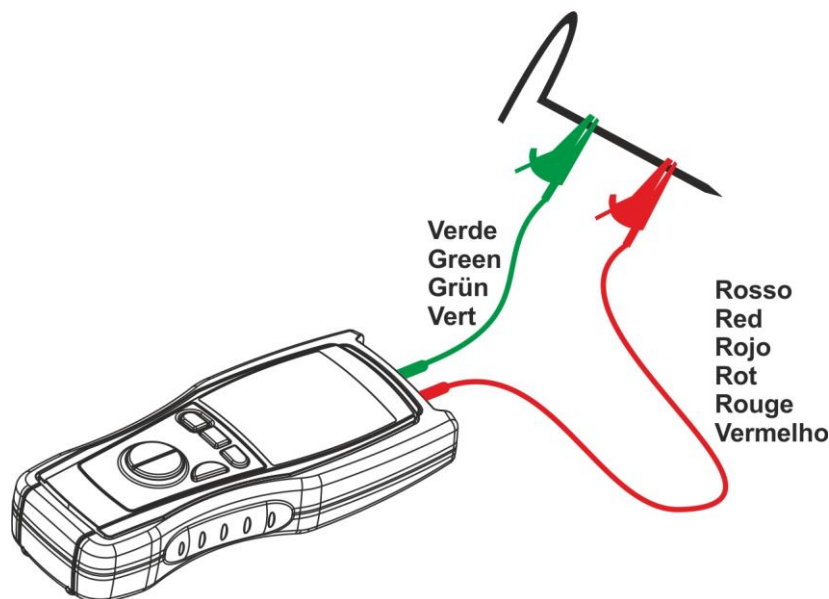

Fig. 2: Conexión para la calibración de los Cables en modalidad EARTH-2P
5. Cortocircuite entre ellos las extremidades de los cables de medida (ver Fig. 2) prestando atención que las partes metálicas de los cocodrilos hagan buen contacto entre ellos. Para obtener una segura conexión puede ser utilizado una de las picas en dotación del instrumento.